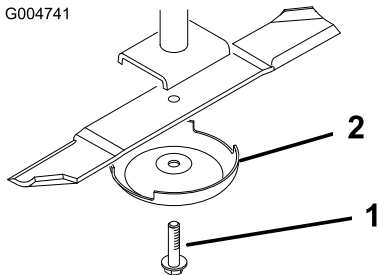

Figura 91
2. Sujete el extremo de la cuchilla usando un paño o un guante grueso. Retire del eje de la cuchilla el perno de la cuchilla, el protector de césped y la cuchilla (Figura 91).